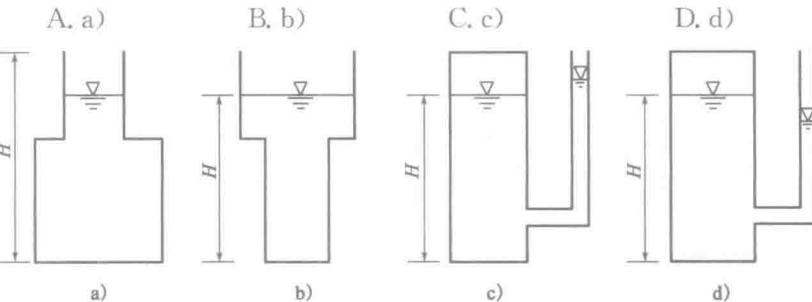

图 1-6
**【例 1-1】** 如图 1-6 所示的四个容器内的水深均为  $H$ ,则容器底面静水压强最大的是：